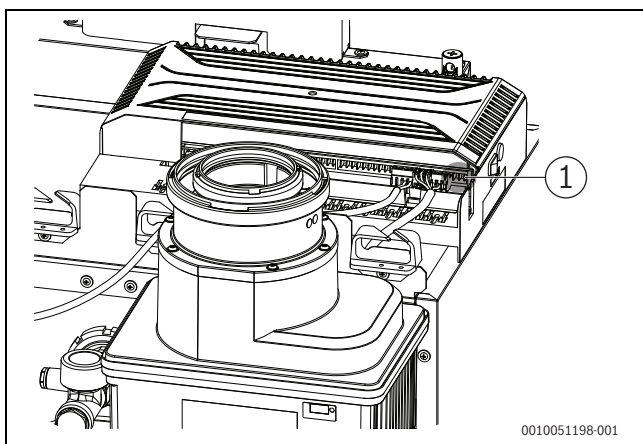

Bild 37 Netzanschluss herstellen
- ▶ Netzanschluss über die Klemme an IN - Netzeingang herstellen (→ Bild 37, [1]).